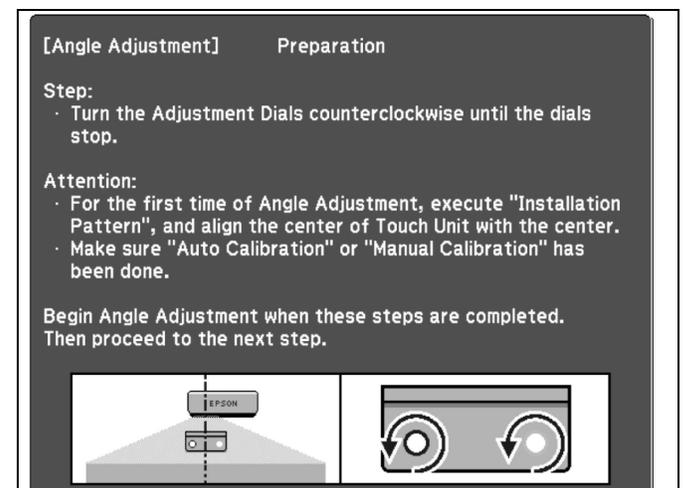

Figure 37
6. L'écran **Ajustement de l'angle** s'affiche. (Voir figure 37)